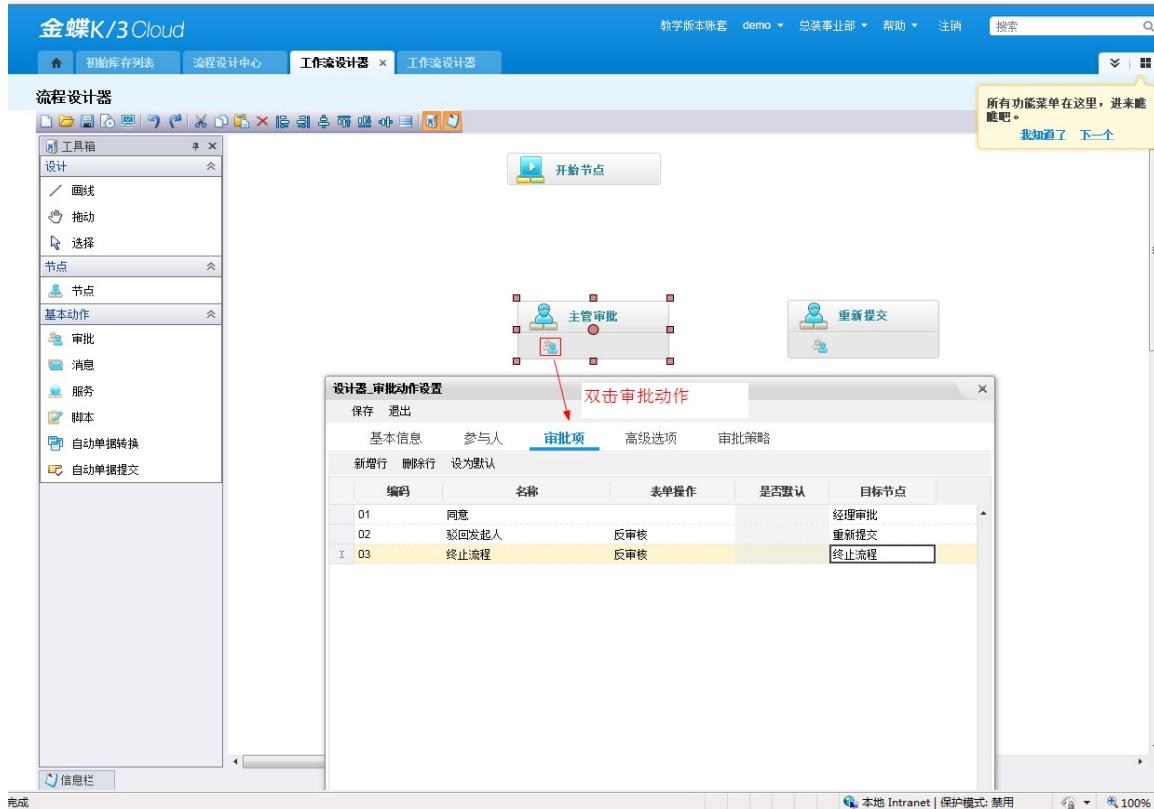

图 8-2-4 审批动作审批项设计
3、设计各审批动作的信息。双击“主管审批”中的审批动作，点开审批项页签，录入审批项，包括名称，表单操作，目标结点，如图 8-2-4 所示，并且将“同意”审批项设为默认审批项；点开参与人页签设计参与人（这里还是为了后面演示，各个审批动作的参与人均同意设计为 DEMO），使用用户维度，选择 DEMO，如图 8-2-4 所示。其他含审批动作的节点的审批项配置，操作步骤一致，如图 8-2-6 所示